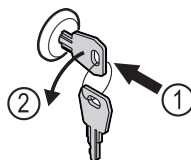

Fig. 181
- ▶ Sæt nøglen i. Fig. 181 (1)
- ▶ Drej nøglen 90° mod uret. Fig. 181 (2)